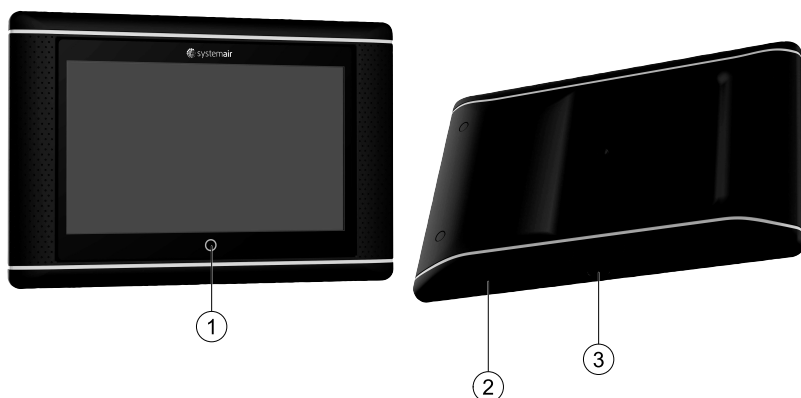

Рис. 1 (1) Кнопка NaviPad, (2) порт USB, кнопка перезагрузки, (3) разъем питания и разъем связи
Вы всегда можете вернуться к панели мониторинга системы, нажав кнопку NaviPad, рисунок 1, (1).